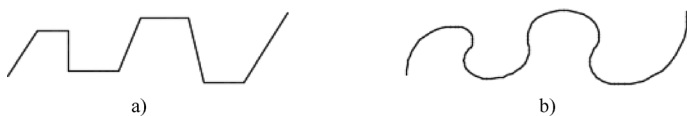

图 5-3 将多段线拟合化
- “拟合”：创建圆弧拟合多段线，即由连接每对顶点的圆弧组成的平滑曲线。典型示例如图 5-3 所示。